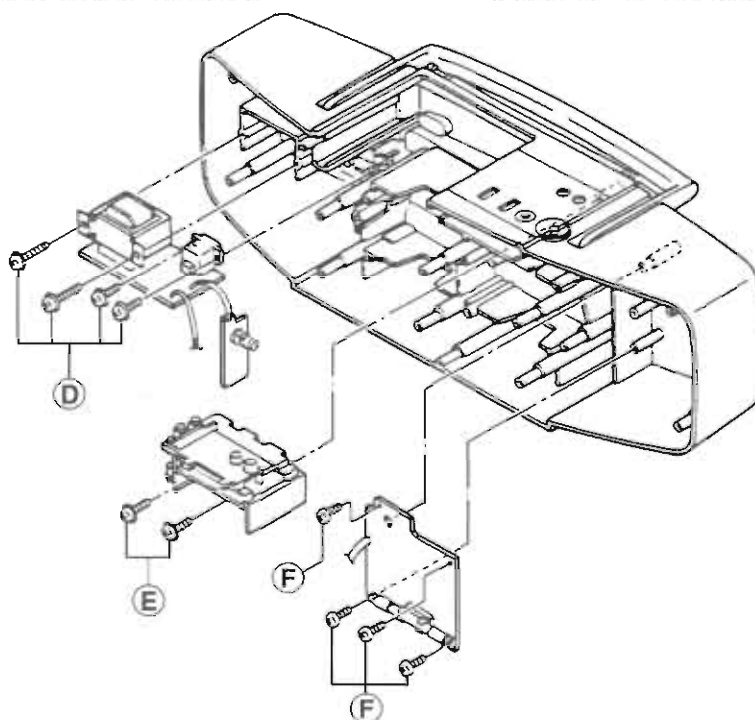
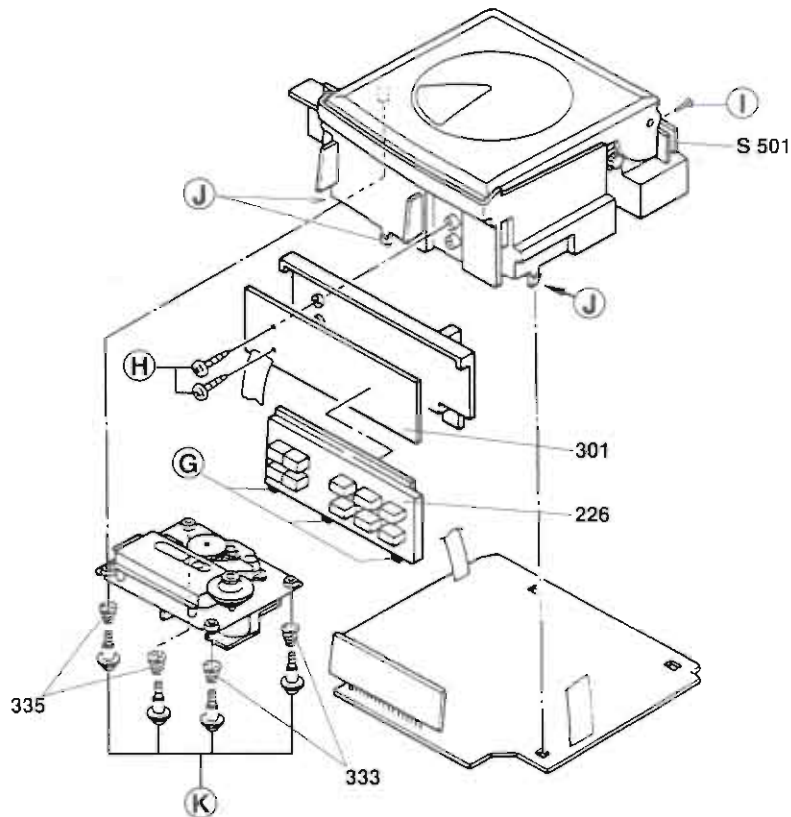

Fig. 7
Fig. 8
8. Netzteilplatte ausbauen (Fig. 7)
8. Removing the Power Supply Board (Fig. 7)
9. Buchsen- und UBS Schalterplatte ausbauen (Fig. 7)
- Zwei Schrauben (E) herausdrehen.
9. Removing the Socket and UBS Switch Board Assy (Fig. 7)
- Undo two screws (E).
10. Tunerplatte ausbauen (Fig. 7)
- Vier Schrauben (F) herausdrehen.
10. Removing the Tuner P.C.B. (Fig. 7)
- Undo four screws (F).
11. CD-Leiterplatte ausbauen (Fig. 8)
- Tastatur 226 an den Punkten (G) ausrasten und abnehmen.
- Zwei Schrauben (H) herausdrehen und Tastenplatte 301 abnehmen.
- Schraube (I) herausdrehen und CD-Fachdeckelschalter-Platte (S 501) abnehmen.
- Drei Plattenhalter (J) ausrasten.
11. Removing the CD Circuit Board (Fig. 8)
- Disengage the Keyboard 226 at the points (G) and remove it.
- Undo two screws (H) and remove the keyboard panel 301.
- Undo screw (I) and remove the CD door switch board (S 501).
- Disengage three catches (J) holding the circuit board.
12. CD-Laufwerk ausbauen (Fig. 8)
- 4 Schrauben (K) herausdrehen.
12. Removing the CD Mechanism (Fig. 8)
- Undo four screws (K).